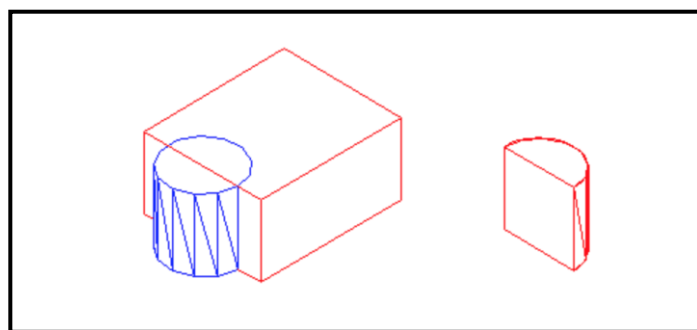

Рис. 23
11. Продемонструвати роботу команди INTERSECT (рис. 23).